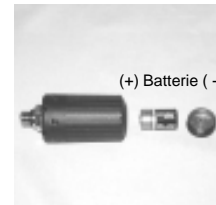

Fig. 111 - Batterie Stellung
- Setzen Sie eine neue 3 Volt, CR2, Lithium Batterie (Duracell Model DL-CR2) mit dem positiven (+) Pol nach unten in den Sender ein (Fig. 111).